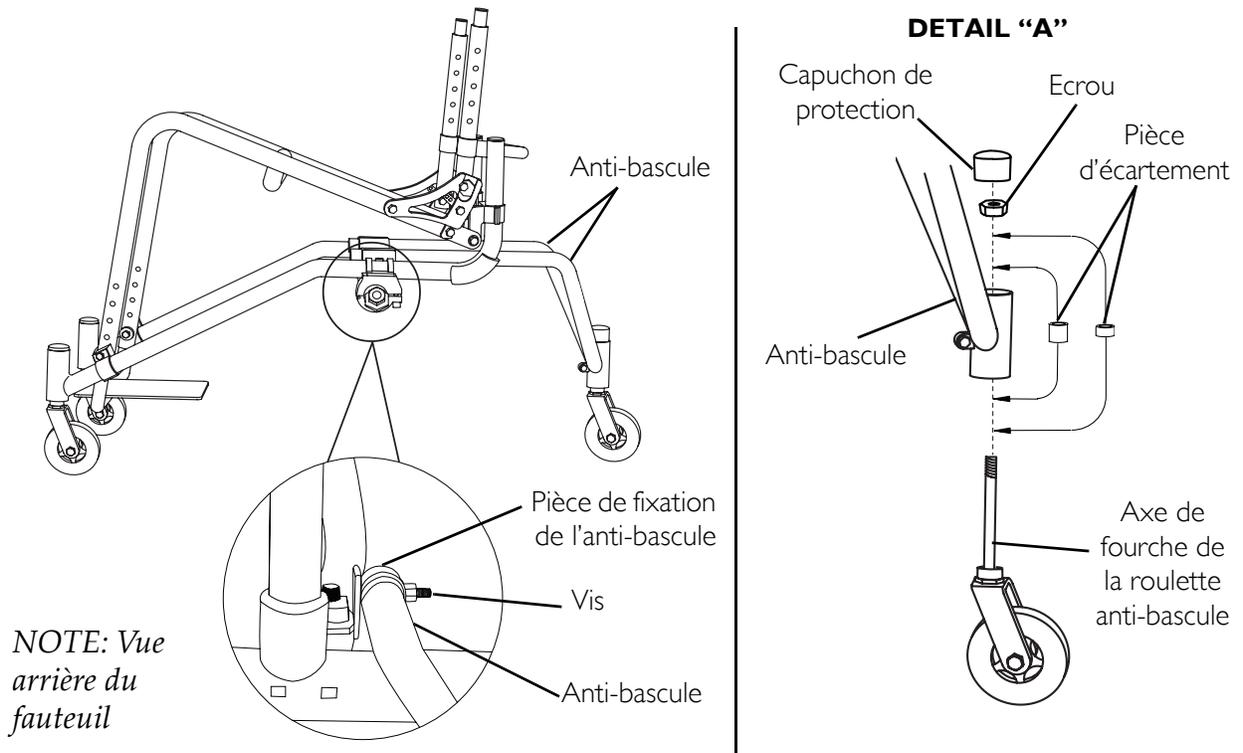

FIGURE 7.7 Installation/Démontage/Ajustement de la roulette anti-bascule
NOTE: Se référer à la FIGURE 7.7 de la page 69.
1. Desserrer les vis du réceptacle de la roulette anti-bascule (FIGURE 7.7).
NOTE: Se référer à la FIGURE 7.7.
NOTE: Se référer à la FIGURE 7.7, DETAIL A